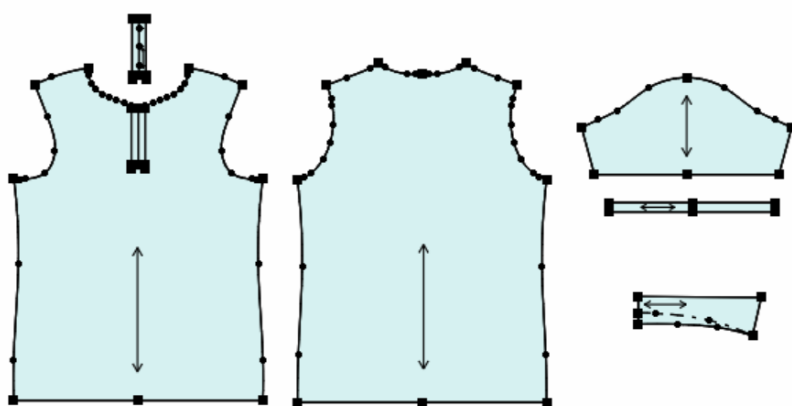

图 4-2-5 Polo 衫 2D 制板
① 用“ (剪刀)”工具将各裁片裁剪为纸样裁片，鼠标右键转换为“拾取辅助线”工具，将前片门襟、领翻折线等内部线拾取。
② 用“ (钻孔)”工具在门襟中线进行扣位定位；用“ (布纹线)”工具调整各裁片布纹方向，完成 Polo 衫 2D 制板，如图 4-2-5 所示。
③ 通过菜单“文档→输出 ASTM 文件”输出另存为“Polo 衫.dxf”格式文件，方便与 3D 试衣软件系统对接。